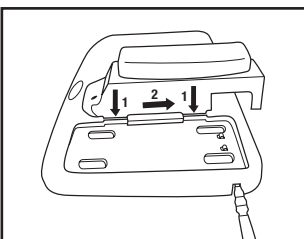

Fig. 1b
- Cargador de batería para 4 estaciones 3M™ TR-944N: Inserte el Cargador de batería 3M™ TR-640 en uno de los puertos de carga en el TR-944N y deslice la parte posterior para asegurarla en su lugar. (Fig. 1b). (**NOTA:** El cable de corriente TR-941N no se usa con el TR-640 cuando se usa el Cargador para 4-station estaciones.) Inserte el cordón para corriente CD provisto con el kit en la base de 4 estaciones. Conecte el cable de corriente en una fuente de energía CA (100-240V), como una entrada de corriente en la pared. Puede cargar simultáneamente cualquier combinación hasta de 4 Baterías 3M™.